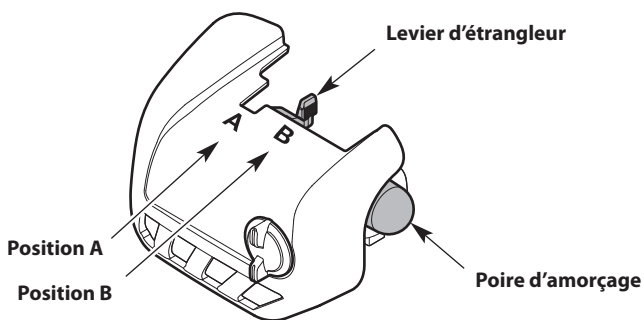

Fig. 15
1. Appuyez lentement et relâchez la poire d'amorçage à **10 reprises** (Fig. 15).
2. Déplacez le levier d'étrangleur en **Position A** (Fig. 15).
6. Déplacez le levier d'étrangleur en **Position B** (Fig. 15).